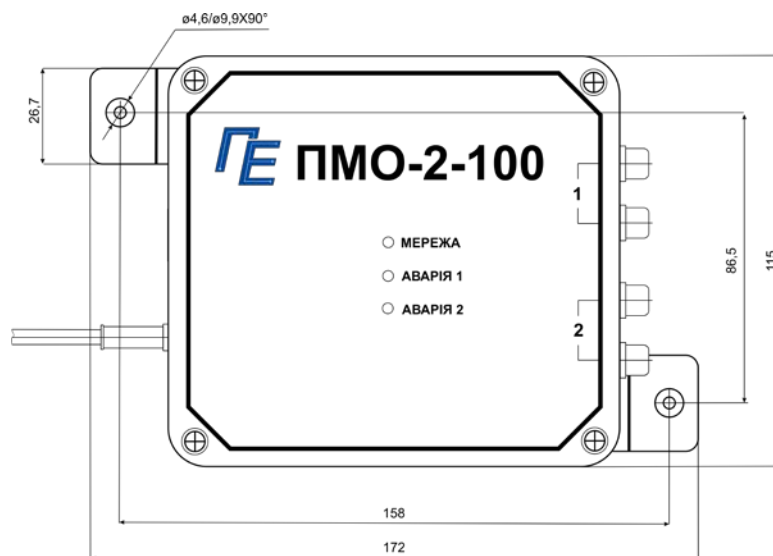

Рис. 1
2.6 Прибор выполнен в корпусе из ABS-пластика со степенью защиты IP54. Габаритные размеры корпуса (без хомутов крепления) - 130*120*60 мм. Масса, не более 0,5кг. Внешний вид прибора приведен на рис.1.